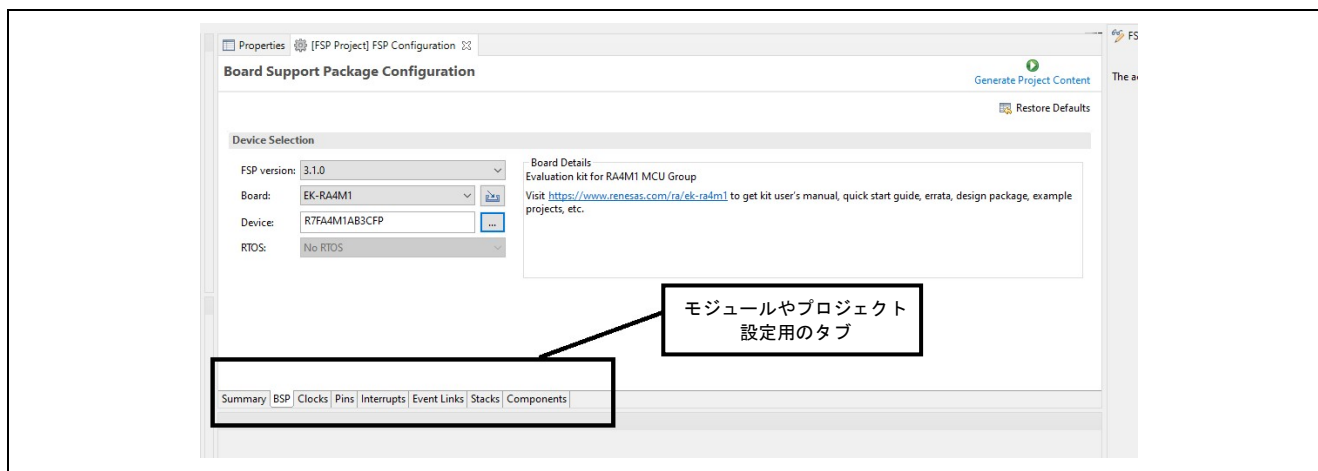

図 17 ボードサポートパッケージの構成
3. RASC が開いた後、図 17 のように複数のタブとオプションがある画面が表示されます。